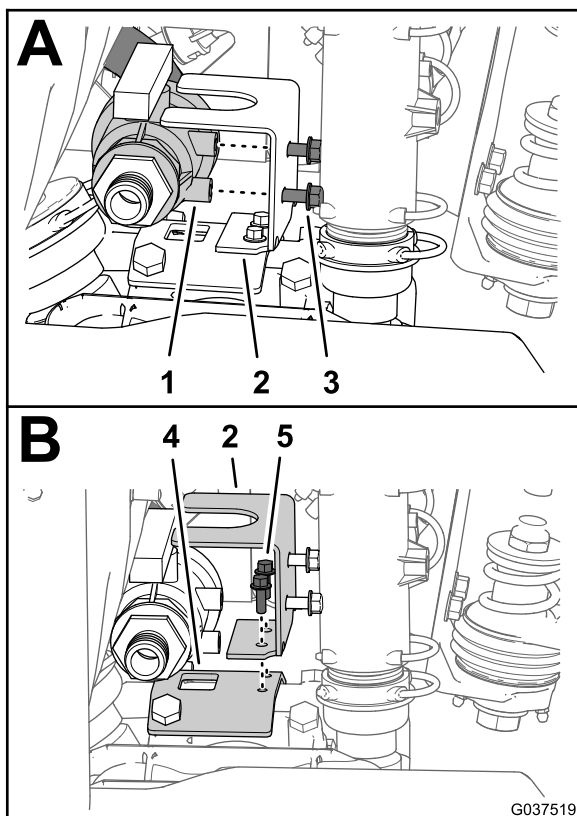

图34
1. 在打药车泵的顶部卸下将搅拌节流阀固定至节流阀支架上的2个凸缘头螺栓5/16 x 3/4 英寸 图34。
2. 卸下将节流阀支架固定至打药车泵支架上的2个凸缘头螺栓1/4 x 3/4 英寸然后从机器上卸下支架图34。